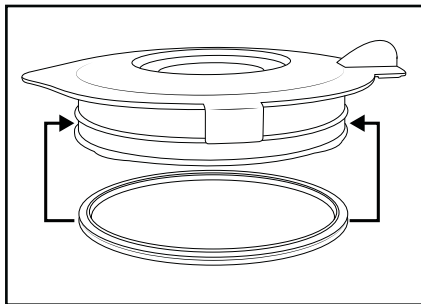

Fig. 3
- Pulire il tappo dosatore **1** e il coperchio **2** con una soluzione saponosa delicata. Per la pulizia manuale è possibile togliere la guarnizione in gomma **9**. Assicurarsi che la guarnizione in gomma **9** sia posizionata di nuovo correttamente prima di riutilizzare il coperchio **2** (fig. 3).